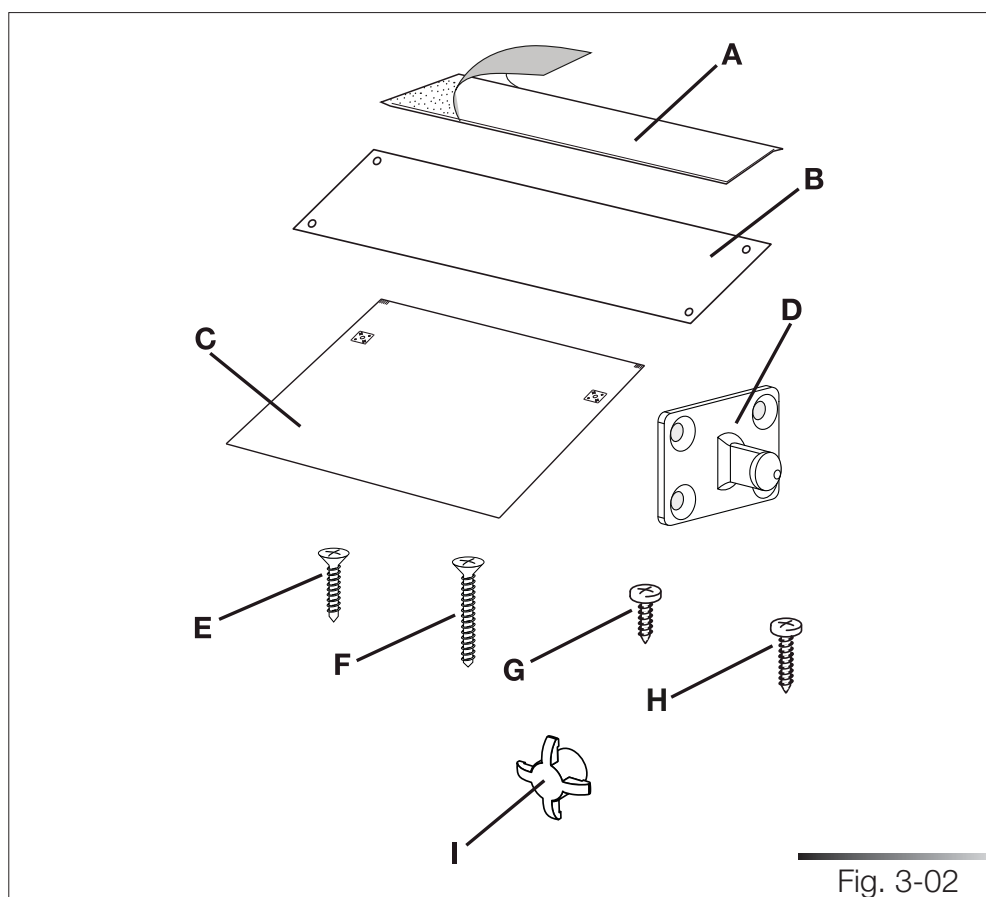

Fig. 3-02
- 1 protección vapor adhesiva (según los modelos) (ref. A fig. 3-02);
- 1 protección vapor de acero (según los modelos) (ref. B fig. 3-02);
- 1 plantilla de taladrado para el panel puerta (ref. C fig. 3-02);
- 2 enganches para el panel puerta (ref. D fig. 3-02);
- 8 tornillos de fijación enganches panel puerta (ref. E fig. 3-02);
- 2 tornillos de fijación puerta (ref. F fig. 3-02);
- 4 tornillos de fijación a las paredes adyacentes (ref. G fig. 3-02);
- 2 tornillos de fijación superior (ref. H fig. 3-02);
- 2 tapones cubretornillo (ref. I fig. 3-02);